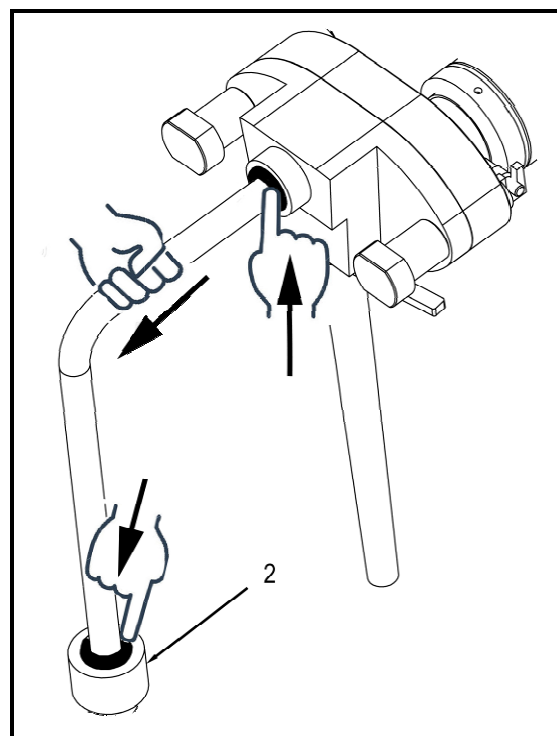

Fig. 31
- Décrocher le tuyau de livraison de la pompe grâce à la technologie à encliquetage rapide, en poussant simultanément la bague foncée vers l'intérieur et en extrayant le tuyau (fig.31) de l'autre main.
- En faire de même pour décrocher le tuyau du raccord de bac 2 (fig.31).
- Dévisser le raccord de bac pour le retirer (fig.31).